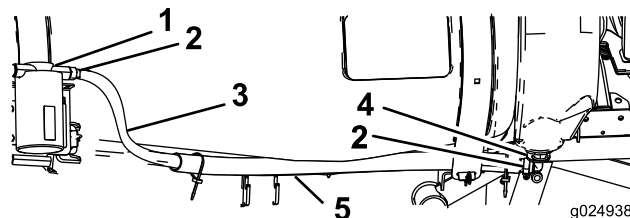

Figure 32
1. Faites passer le flexible du réservoir de rinçage entre la sangle avant et le côté du réservoir (Figure 32).
2. Fixez l'extrémité du flexible à la cannelure inférieure de la pompe de rinçage au moyen d'un collier (Figure 32).